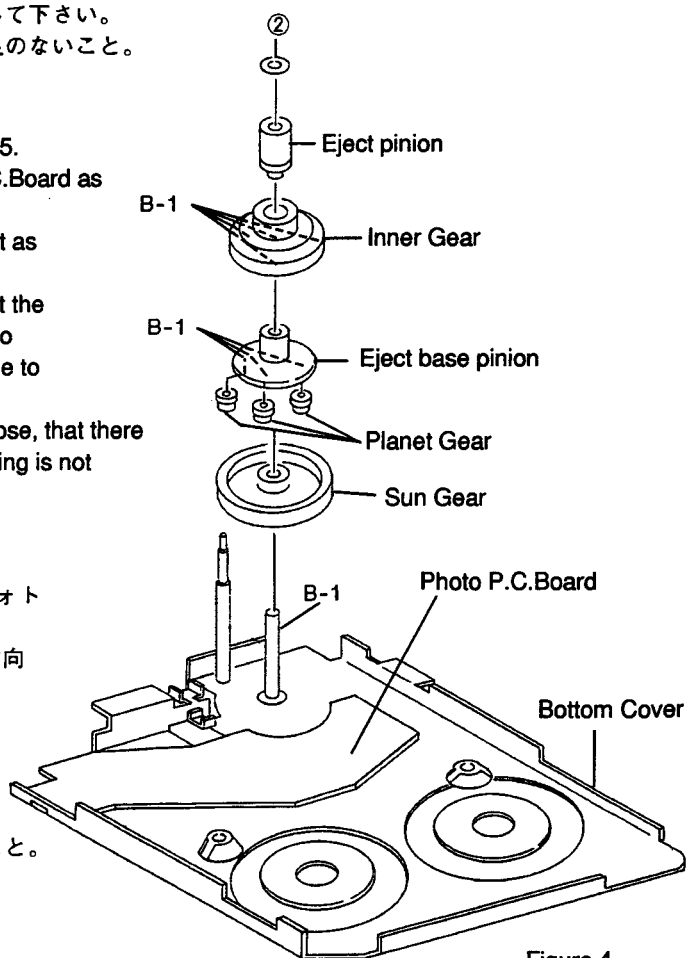

Figure 4
- (1) Remove M1.2 lock washer ② as shown in Figure 4.
- (2) Pull the eject pinion out of the inner gear and remove the inner gear, eject base pinion and sun gear as shown in Figure 4.
- (3) Turn the eject base pinion, remove the three planet gear as shown in Figure 4.
- (1) ロックワッシャー② (M1.2) を外します。(図4参照)
- (2) イジェクトピニオンをインナーギアより引き抜き、インナーギア/イジェクトベースピニオン/サンギアの順に外します。(図4参照)
- (3) イジェクトベースピニオンを裏返しにしてプラネットギア (3個) を外します。(図4参照)